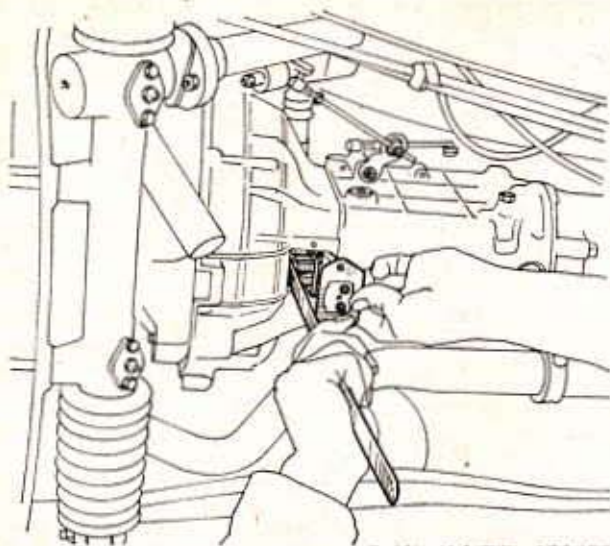

Fig. 57. — Mise en place du « Subal »
- Pour poser le Subal utiliser une lame mince destinée à maintenir les quatre charbons dans leurs logements, brancher les fils du « Subal » (position indifférente) (fig. 57).